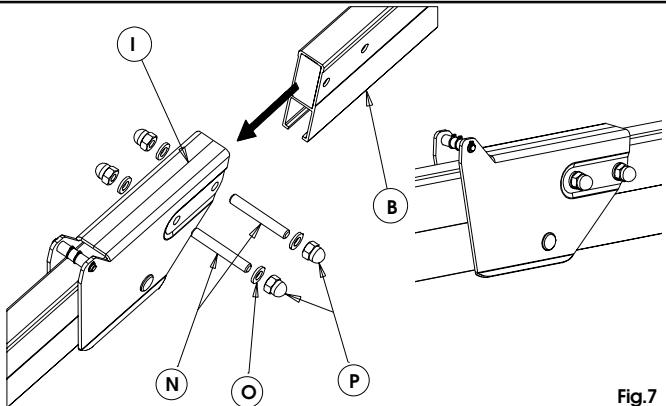

Fig.7
- 8) Inserire lo spezzone **B** nel particolare **I**, inserire nei rispettivi fori i tiranti **N** e bloccarli utilizzando le rondelle **O** ed i dadi **P** come in Fig.7.
- 8) Insert section **B** on part **I**, insert tie-rods **N** in their holes and secure them with washers **O** and nuts **P** as shown in Fig. 7.
- 8) Introduire le tronçon **B** dans la pièce **I**, introduire dans les trous correspondants les tirants **N** et les bloquer en utilisant les rondelles **O** ainsi que les écrous **P** d'après la Fig.7.
- 9) Das Teilstück **B** in das Teil **I** einlegen, die Zugstangen **N** in die jeweiligen Bohrungen einlegen und mit den Unterlegscheiben **O** und den Muttern **P** gemäß Abb.7 blockieren.